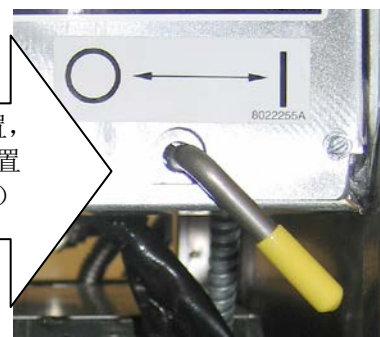

图 6
4. 当油从炸锅中排出后，将过滤手柄转至“**I**”位置，以启动泵并开始过滤过程。在泵起动前，可能存在轻微的滞后（参见图 6）。